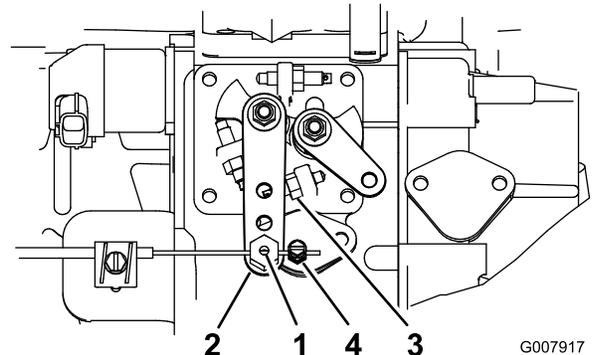

図 64
2. 燃料噴射ポンプのレバーの隣にあるスロットルケーブルのコネクタをゆるめる (図 64)。
3. インジェクションポンプレバーのアームをハイアイドル・ストップに当てる (図 64)。